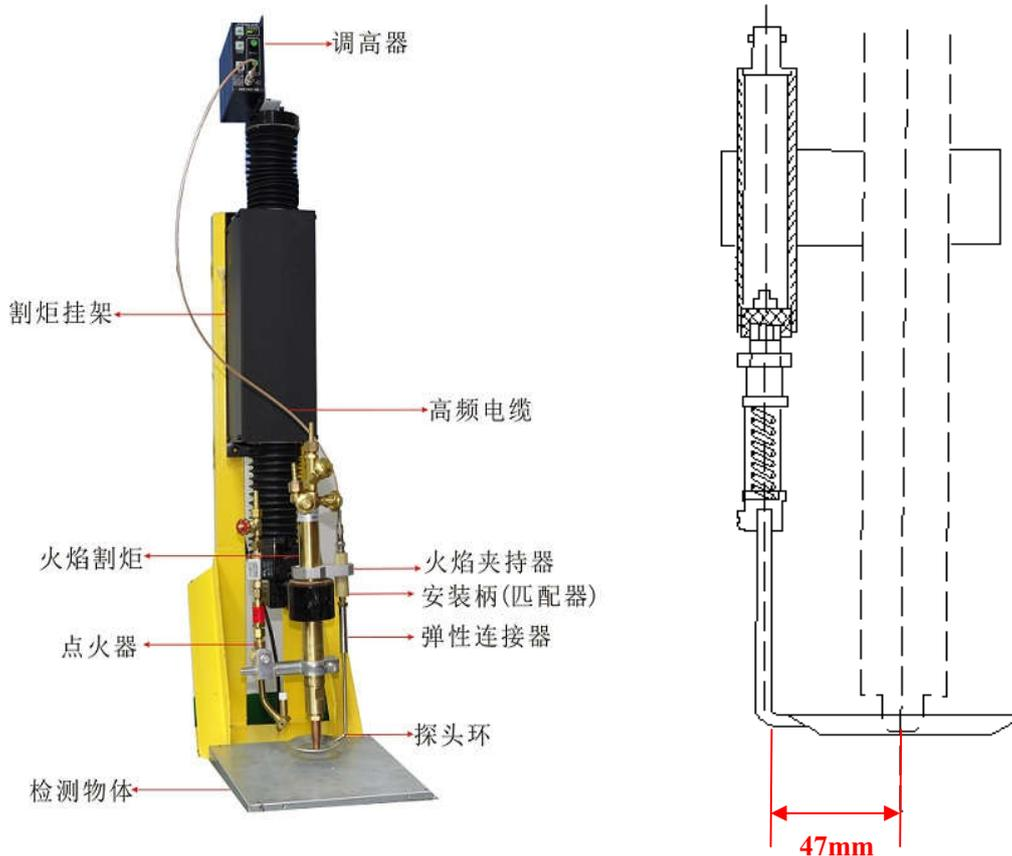

图 4-1 适用于火焰切割安装示例
安装示意图如图 4-1 所示。这是应用于火焰切割时的安装示例，根据使用经验，探头环的安装位置应稍微低于割炬 1~2mm 左右，这样在自动调高的工作过程中可以有效的防碰撞而保护割炬，同时也可以有效的减小切割板材边缘时的边缘效应。
- 1、将调高器按照说明书的要求，按照图 4-1 图纸将所有部件安装好。